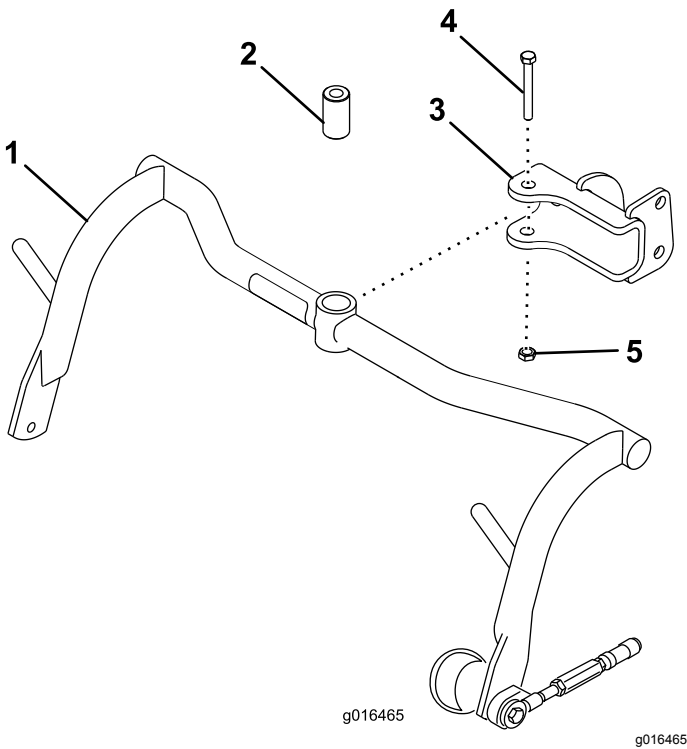

図 8
1. 各クレビスにキャリアフレームを取りつけるスペーサ、ボルト $\frac{1}{2}$ " x $3\frac{1}{4}$ "、ロックナット $\frac{1}{2}$ "を使用する 図 8。91-113 N·m 9.3-11.3 kg·m = 67-83 ft·lb にトルク締めする。